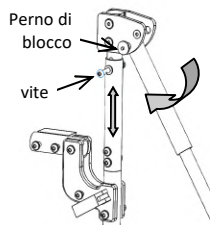

fig. 8.3: Regolazione angolo ginocchio versione verticale elevabile telescopica
- **Versione verticale elevabile e telescopica (fig. 8.3)**